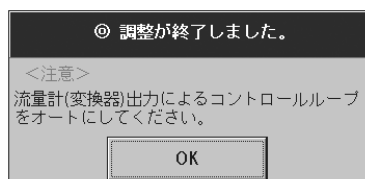

図48
- ⑤ 「アナログ出力調整[4～20mA]」と同様に繰り返し調整を行うかどうか聞いてきますので、繰り返し行う場合は「はい」ボタンをクリックし、次の5V(20mA)のアナログ出力の調整を行う場合は「いいえ」ボタンをクリックしてください。
- ⑥ 「いいえ」をクリックすると5V(20mA)の調整を行います。1V(4mA)の調整と同様に、測定器の読値を入力し「OK」ボタンをクリックしてください。
- ⑦ 「いいえ」ボタンをクリックすると、アナログ出力値の調整は終了です。図48のような「調整が終了しました」のメッセージボックスが現れますので、「OK」ボタンをクリックしてください。